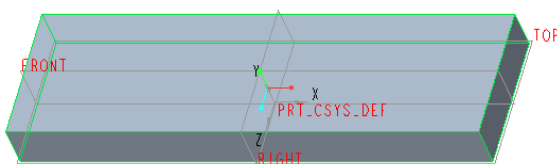

图 6-168 创建拉伸实体作为基座
(4) 输入默认深度方向上的深度值为“5”。
(5) 单击“拉伸”选项卡中的  (完成) 按钮, 创建的拉伸实体如图 6-168 所示。